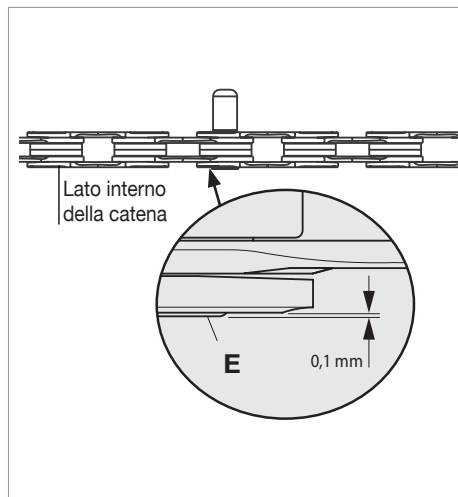

Fig.13
Onde evitare di rovinare irrimediabilmente la catena, NON AVVITATE l'utensile oltre la battuta. Lasciate che la bussola ULTRA-LINK 5-CN-SR700 (E) sporga di 0,1 mm dal lato interno della catena (**Fig. 13**).